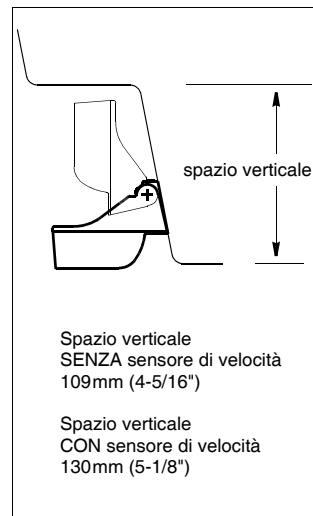

Figura 1. Specchio di poppa a gradini: spazio necessario
- Lasciate sopra la staffa uno spazio verticale sufficiente per consentire il rilascio e la rotazione del sensore verso l'alto (Figura 1).
- **Poppa a gradini**—Montate il sensore sul gradino più basso, verificando che lo spazio verticale sopra la staffa sia sufficiente per sbloccare il sensore e ruotarlo verso l'alto (Figura 1).